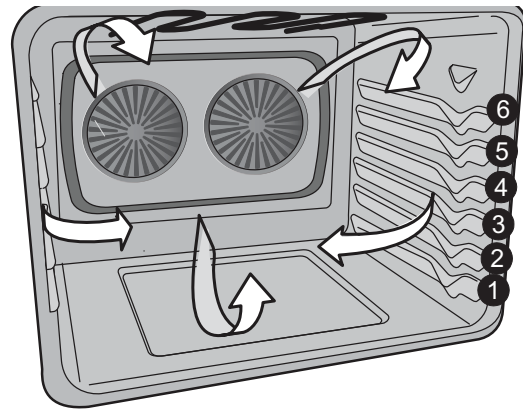

Figura 12: Posiciones de la parrilla
- Para obtener los mejores resultados cuando hornee tortas con dos parrillas, coloque la parrilla deslizante en la posición 4 y la parrilla plana con manija en la posición 1 (consulte la Figura 12).